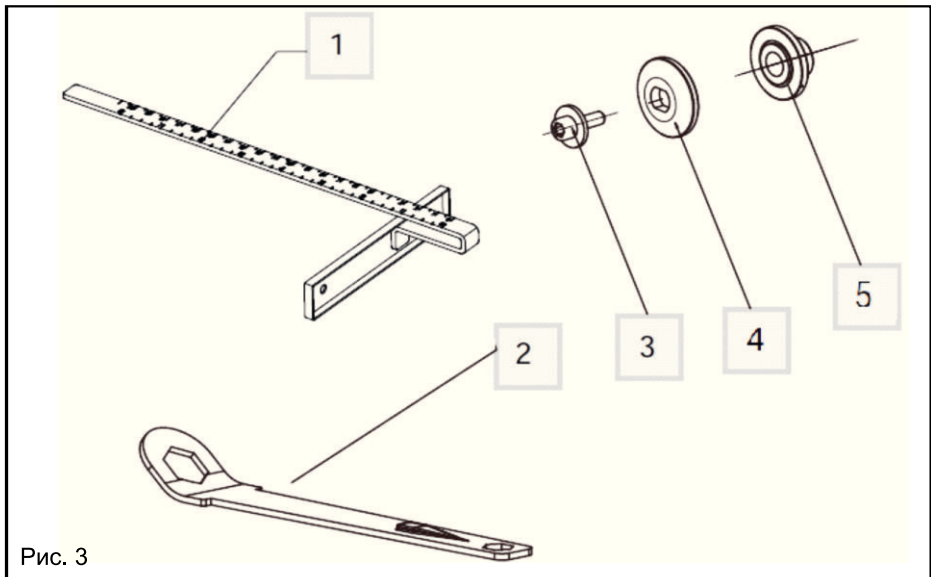

Рис. 3
3. С помощью ключа (поз. 2, рис. 3) открутить болт (поз. 3, рис. 3);
5. Снять шайбу прижимную (поз. 4, рис. 3) и пильный диск.
Для регулировки параллельной направляющей (поз. 1, рис. 3) ослабьте ручку регулировки ширины распила (поз. 3, рис. 2) и отрегулируйте ширину распила, передвигая направляющую вправо или влево.